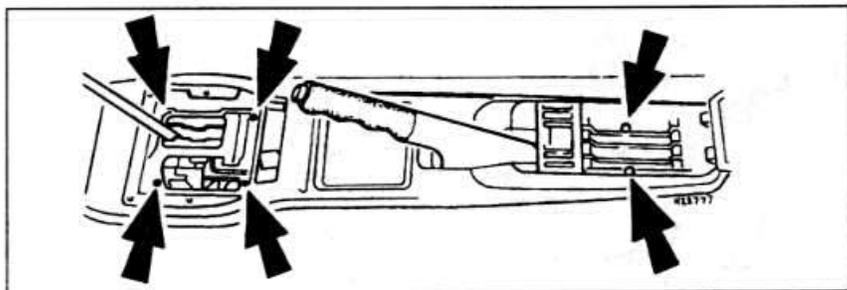

Рис. 11.80. Расположение гаек и винтов крепления центральной консоли с автоматической коробкой передач.
- Отвинтите 4 гайки и 2 винта крепления центральной консоли (см. рис. 11.80).